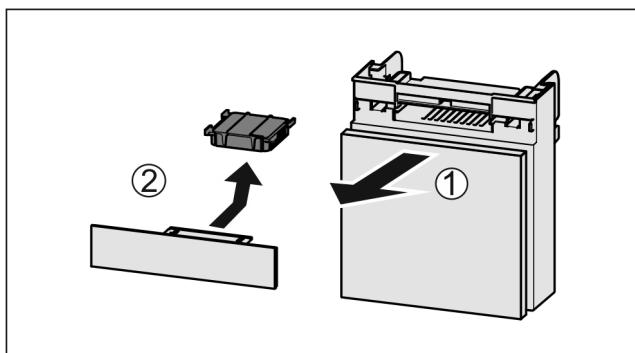

Fig. 88
- Zásuvku vytáhněte dopředu Fig. 88 (1).
- Filtr s aktivním uhlím vyjměte Fig. 88 (2).